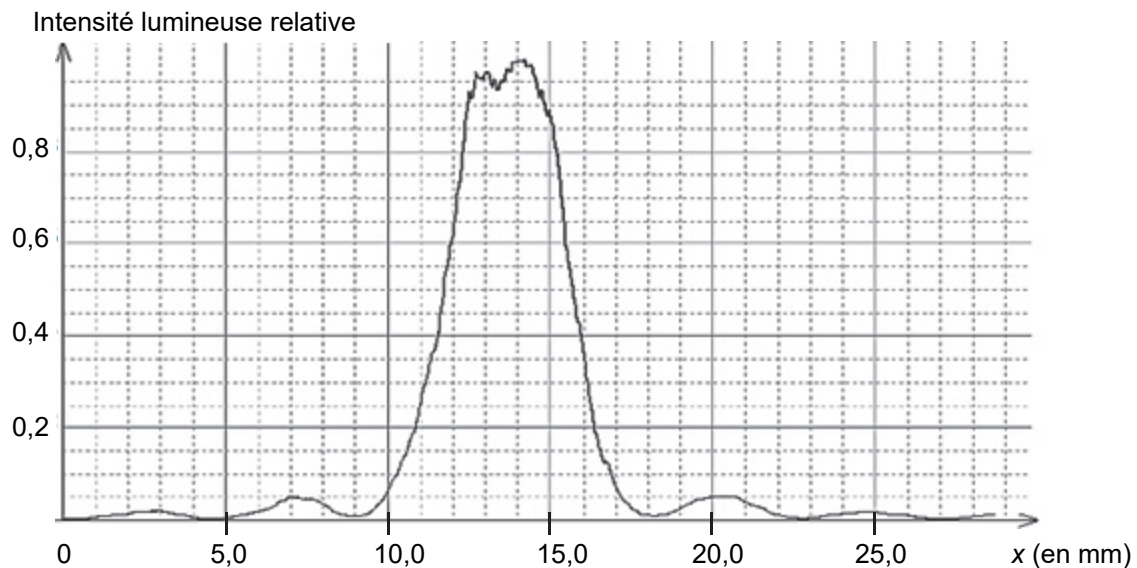

Figure 3. Intensité lumineuse relative en fonction de la position sur l'écran
Pour faire une mesure précise, on remplace l'écran par une caméra qui permet d'obtenir l'intensité lumineuse relative\* en fonction de la position  $x$ , repérée selon l'axe indiqué sur la photo de la figure 2. L'origine  $x = 0$  m est prise sur le bord du capteur de la caméra. On obtient alors la figure 3.
1.3. Déterminer la valeur de la longueur d'onde de la diode laser utilisée en exploitant la courbe obtenue sur la figure 3. La comparer à la valeur indiquée par le constructeur.